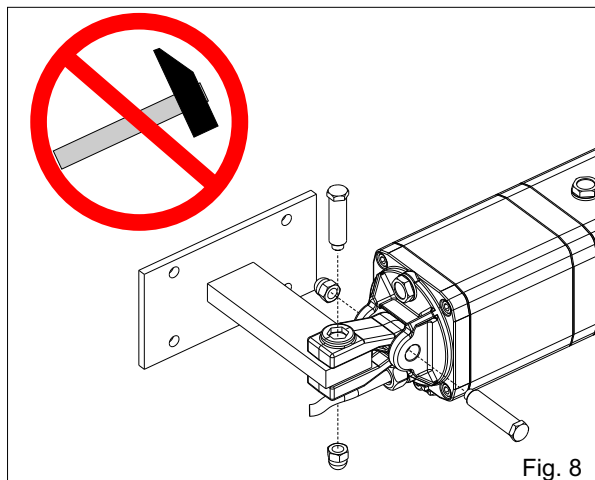

Fig. 8
- Fixer la fourche oscillante comme dans fig.8.